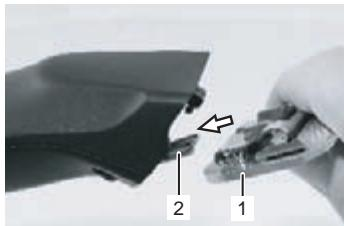

Fig. 17
6. Mettez la tête de coupe désirée sur la charnière de peigne et rabattez-là par pression légère vers la tondeuse en marche (fig. 17, 18, 19).